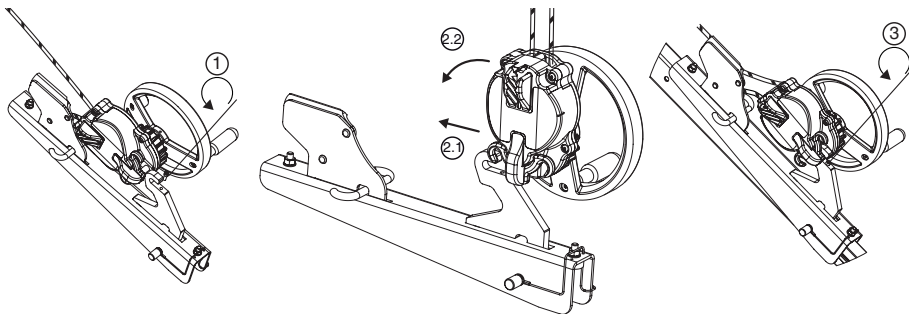

Fig. 8
6.3.4. derope™ UP R apparat (Fig. 8, 9 og 10)
derope™ UP R apparatet skal fastgøres på benet på tracode trefoden fra Tractel® som vist på Fig. 8. Enhver anden fastgørelse til et andet punkt på tracode trefoden fra Tractel® er forbudt.
1. Løsn blokeringsskruen til tilkoblingskrogen på konsollen til derope™ UP R apparatet (Fig. 8,1).
2. Installer derope™ UP R apparatet på tilkoblingskrogen (Fig. 8, 2.1 – 2.2).
3. Skru blokeringsskruen fast for at forhindre apparatet i at blive adskilt fra konsollen (Fig. 8, 3) og kontrollér, at den sidder korrekt og er spændt godt fast.